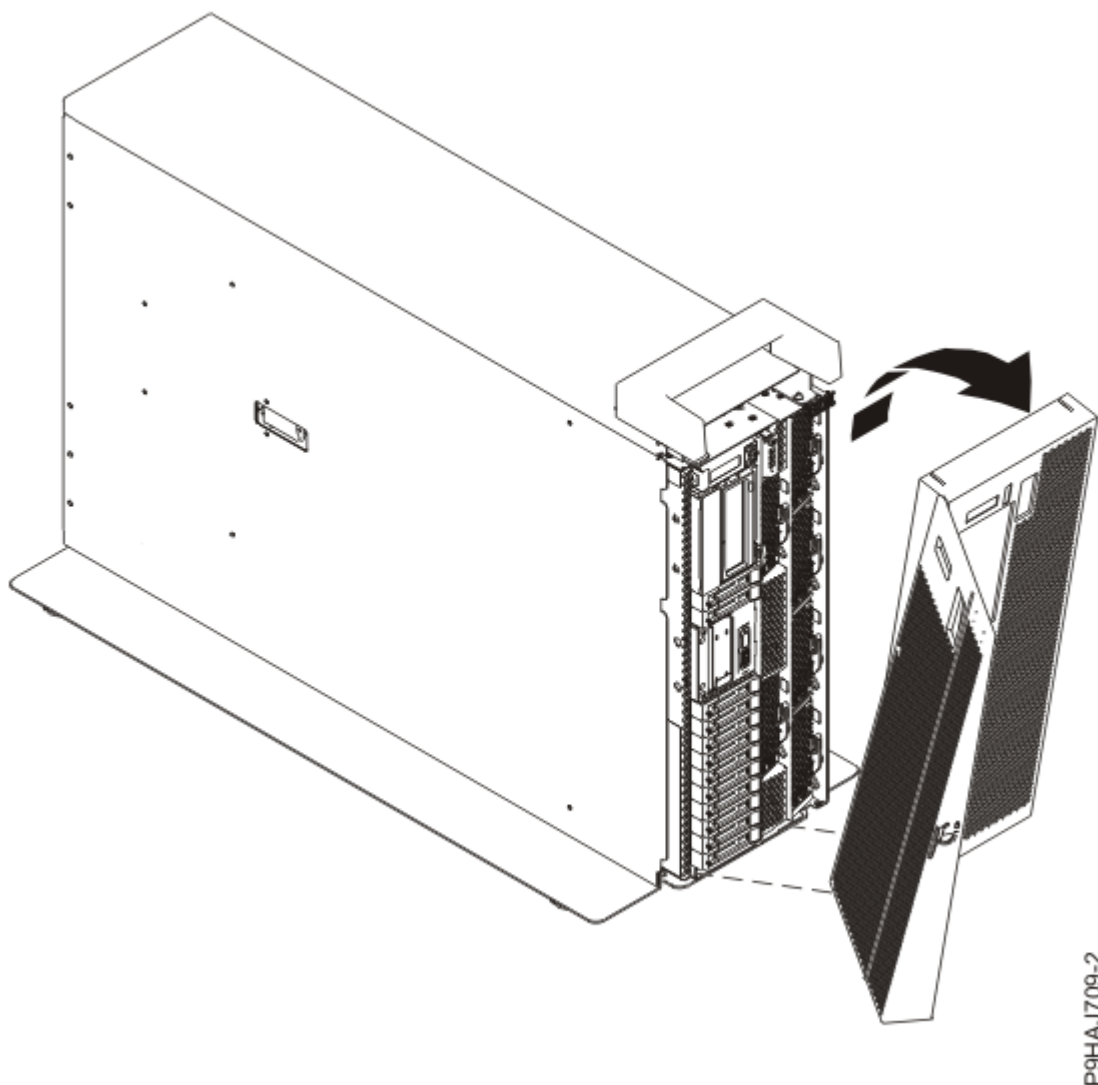

Figure 6. Retrait du capot avant
- d) Retirez le capot du système, comme illustré dans la Figure 6, à la page 8.